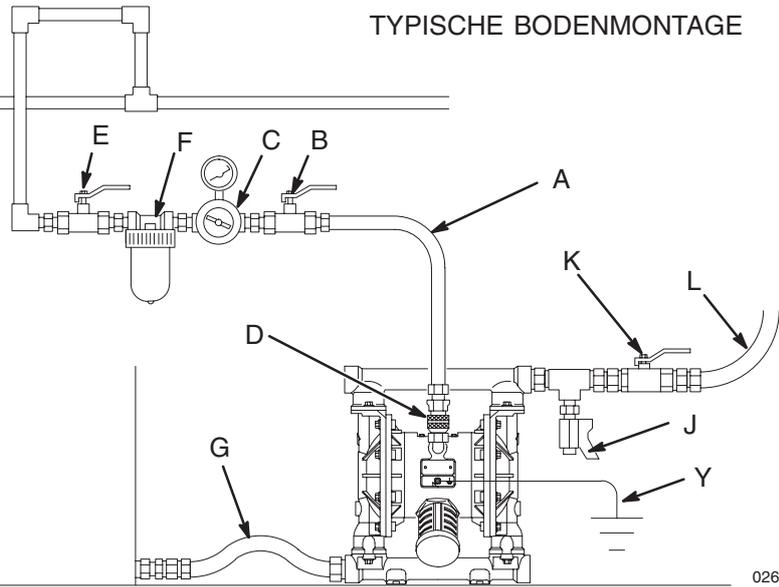

Abb. 3
In der Anlage ist ein Lufthahn (B) mit Entlastungsbohrung erforderlich, um zwischen diesem Ventil und der Pumpe eingeschlossene Luft abzulassen. Eingeschlossene Luft kann zu unerwartetem Anlaufen der Pumpe führen, was schwere Verletzungen zur Folge haben könnte, einschließlich Spritzern in die Augen oder auf die Haut, Verletzungen durch bewegliche Teile oder Vergiftung durch gefährliche Materialien. Siehe Abb. 3.
Es ist ein Druckentlastungsventil (J) erforderlich, um den Druck im Schlauch im angeschlossenen Zustand zu entlasten. Dieses Ventil verringert die Gefahr schwerer Verletzungen beim Druckentlasten, einschließlich Spritzern in die Augen oder auf die Haut oder Vergiftung durch gefährliche Materialien. Das Ventil in der Nähe der Materialauslassöffnung an der Pumpe einbauen. Siehe Abb. 3.
SCHEMA FÜR ABB. 3